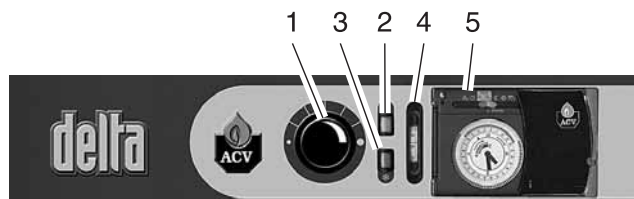

Рис. 16: Панель управления
5.3.7 ПАНЕЛЬ УПРАВЛЕНИЯ (рис. 16)